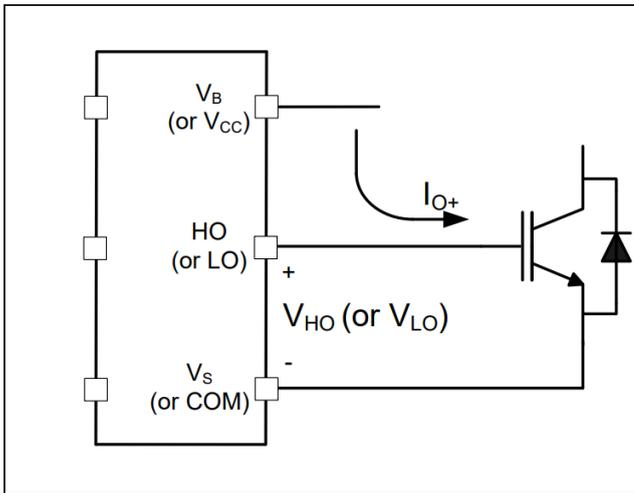
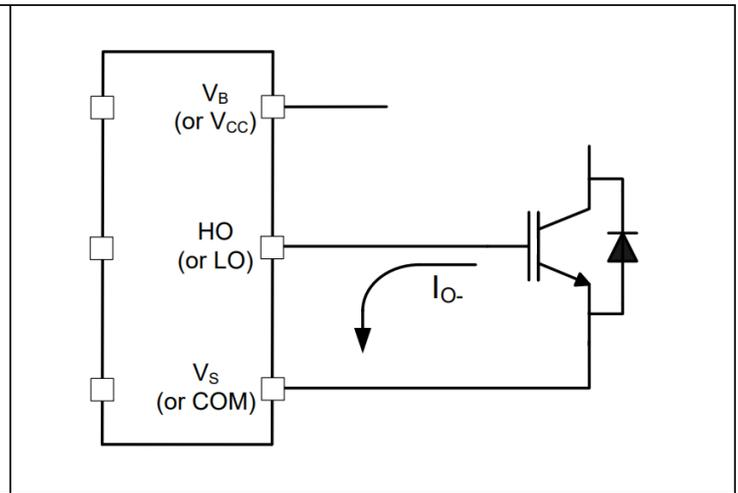

Figure 4 HVIC Sourcing current
Figure 5 HVIC Sinking current
2ED2108 (4) S06F (J) 设计用于驱动MOSFET或IGBT功率器件。图 4 和 图 5 展示了与 HVIC 栅极驱动功能相关的几个参数。用于驱动功率开关栅极的 HVIC 输出电流定义为  $I_o$ 。驱动外部功率开关栅极的电压定义为：高端功率开关的  $V_{HO}$  和低端功率开关的  $V_{LO}$ ；该参数有时统称为  $V_{OUT}$ ，在这种情况下不区分高端和低端输出电压。